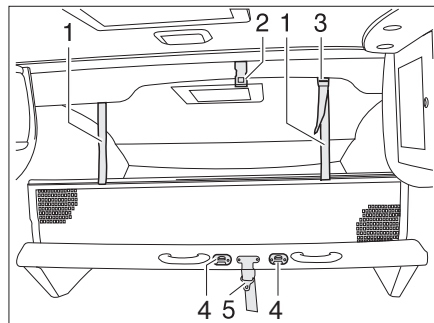

Fig. 157 Cama elevada manual
- Asegurar la cama elevada con el cinturón de retención (Fig. 157,5) al techo (Fig. 157,2).
- Enganchar la escalera de ascenso a las grapas (Fig. 157,4) de la cama elevada con los dos ganchos.
- Engatillar las cintas de sujeción (Fig. 157,1) en los soportes en el techo (Fig. 157,2).